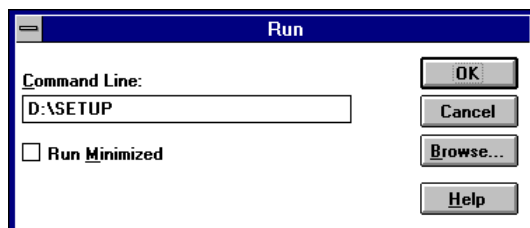
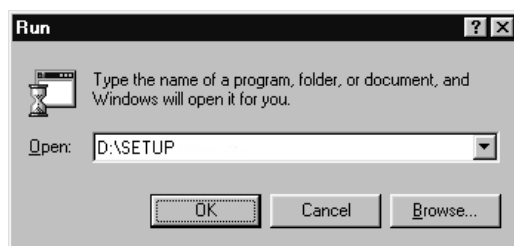
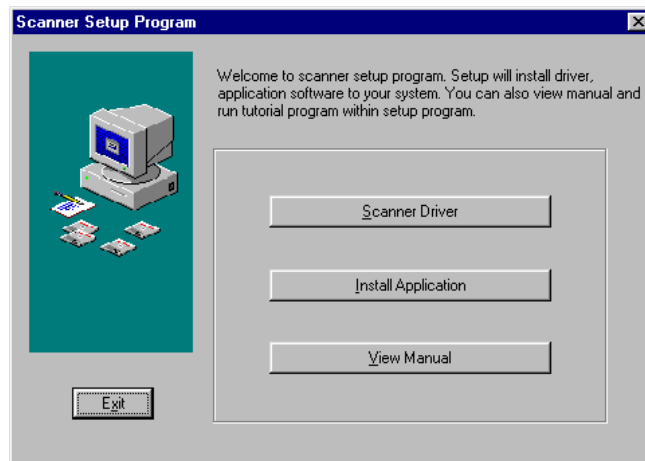

Figure 4 : Lancement de l'installation sous Windows 3.1x
Figure 5 : Lancement du programme d'installation
Figure 6 : Ecran principal d'installation du scanner
4. Tapez **[D:\SET-UP.EXE]** dans la ligne de commande, puis appuyez sur **<ENTREE>** (figure 4). Au bout de quelques secondes, le programme d'installation démarre (figure 6).
4. Tapez [D:\SET-UP.EXE] dans la ligne de commande, puis appuyez sur <ENTREE> (figure 5). Au bout de quelques secondes, le programme d'installation démarre (figure 6).
4. Tapez **[D:\SET-UP.EXE]** dans la ligne de commande. Cliquez ensuite sur 'OK' (figure 4). Au bout de quelques secondes, le programme d'installation démarre (figure 6).
4. Tapez **[D:\SET-UP.EXE]** dans la ligne de commande, puis appuyez sur **<ENTREE>** (figure 5). Au bout de quelques secondes, le programme d'installation démarre (figure 6).
4. Tapez **[D:\SET-UP.EXE]** dans la ligne de commande. Cliquez sur 'OK' (figure 4). Au bout de quelques secondes, le programme d'installation démarre (figure 6).